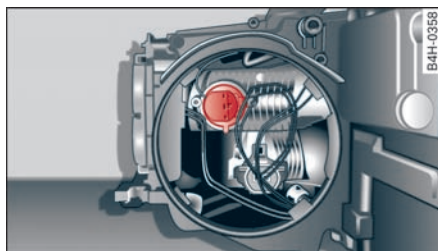

图 270 主大灯：转弯灯*/前雾灯灯泡的插头
根据装备情况，可以在标记位置 ⇒ 图 270 上更换 转弯灯* 或 前雾灯* 灯泡。
- ▶ 逆时针方向将插头连同灯泡 ⇒ 图 270 从固定座内旋转出来并将其从反射颈中取出。